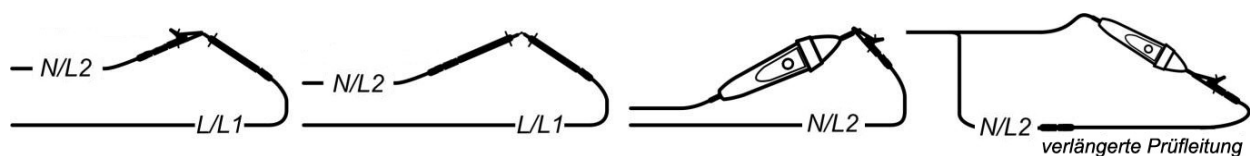

Abbildung 5.13: kurzgeschlossene Prüfleitungen
- ❑ Schließen Sie die Prüfleitungen an das Gerät und schließen Sie die Prüfleitungen kurz (siehe Abbildung 5.13).